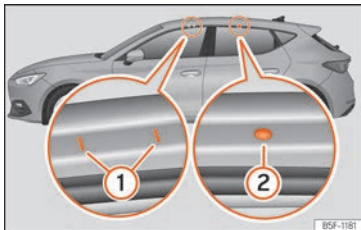

Fig. 143 Puntos de fijación de las barras longitudinales para el portaequipajes del techo (Leon).
Los puntos de fijación delanteros y traseros ① y ② sólo pueden verse con las puertas abiertas >>> **fig. 143**.